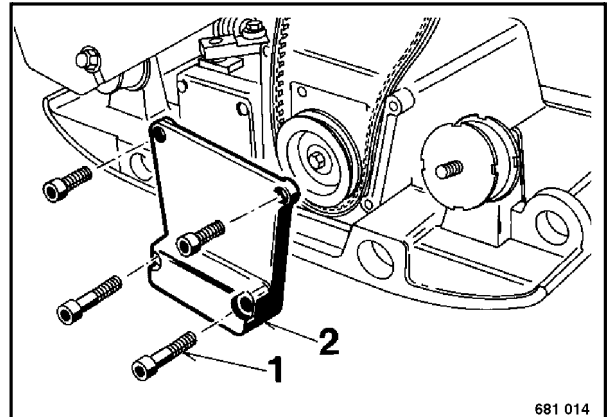

Fig. 8
- Desenroscar los tornillos de fijación 1 (Fig. 8), y retirar la tapa (2).
- Colocar una correa trapezoidal nueva, montar la tapa (2), fijar la placa de soporte del motor, y tensar la correa trapezoidal como descrito anteriormente.